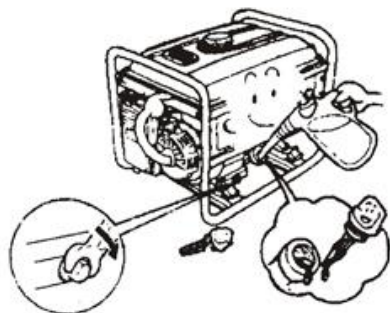

Рис. 38
8.1.3 Закрутіть зливну пробку (Рис. 38).